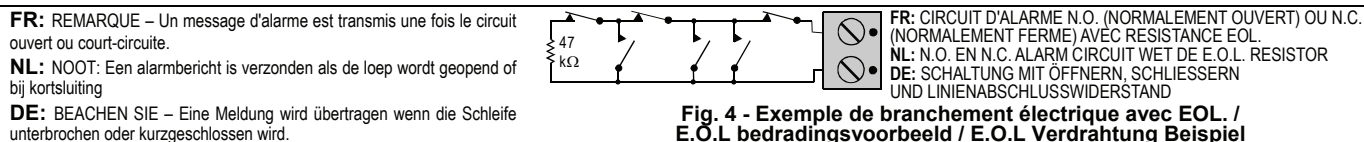

Fig. 4 - Exemple de branchement électrique avec EOL. / E.O.L. bedradingsvoorbeeld / E.O.L. Verdrahtung Beispiel
3.2 Branchement électrique de l'entrée auxiliaire (Fig. 4)